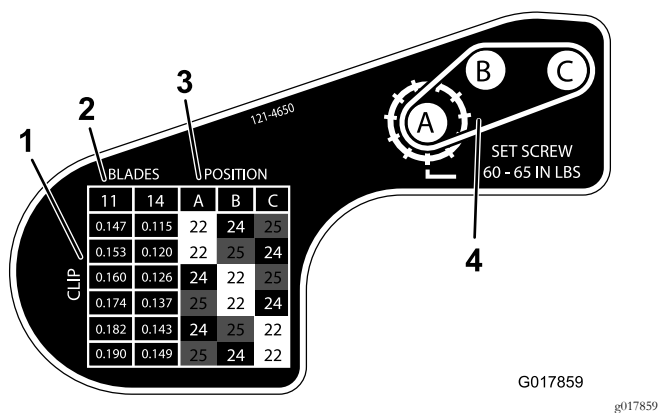

图17
6. 使用图17上的标贴中所示的图表确定您需要的切距设置及您需要移动的皮带轮。
9. 按标贴 (图17) 中所示的新配置安装每个皮带轮。